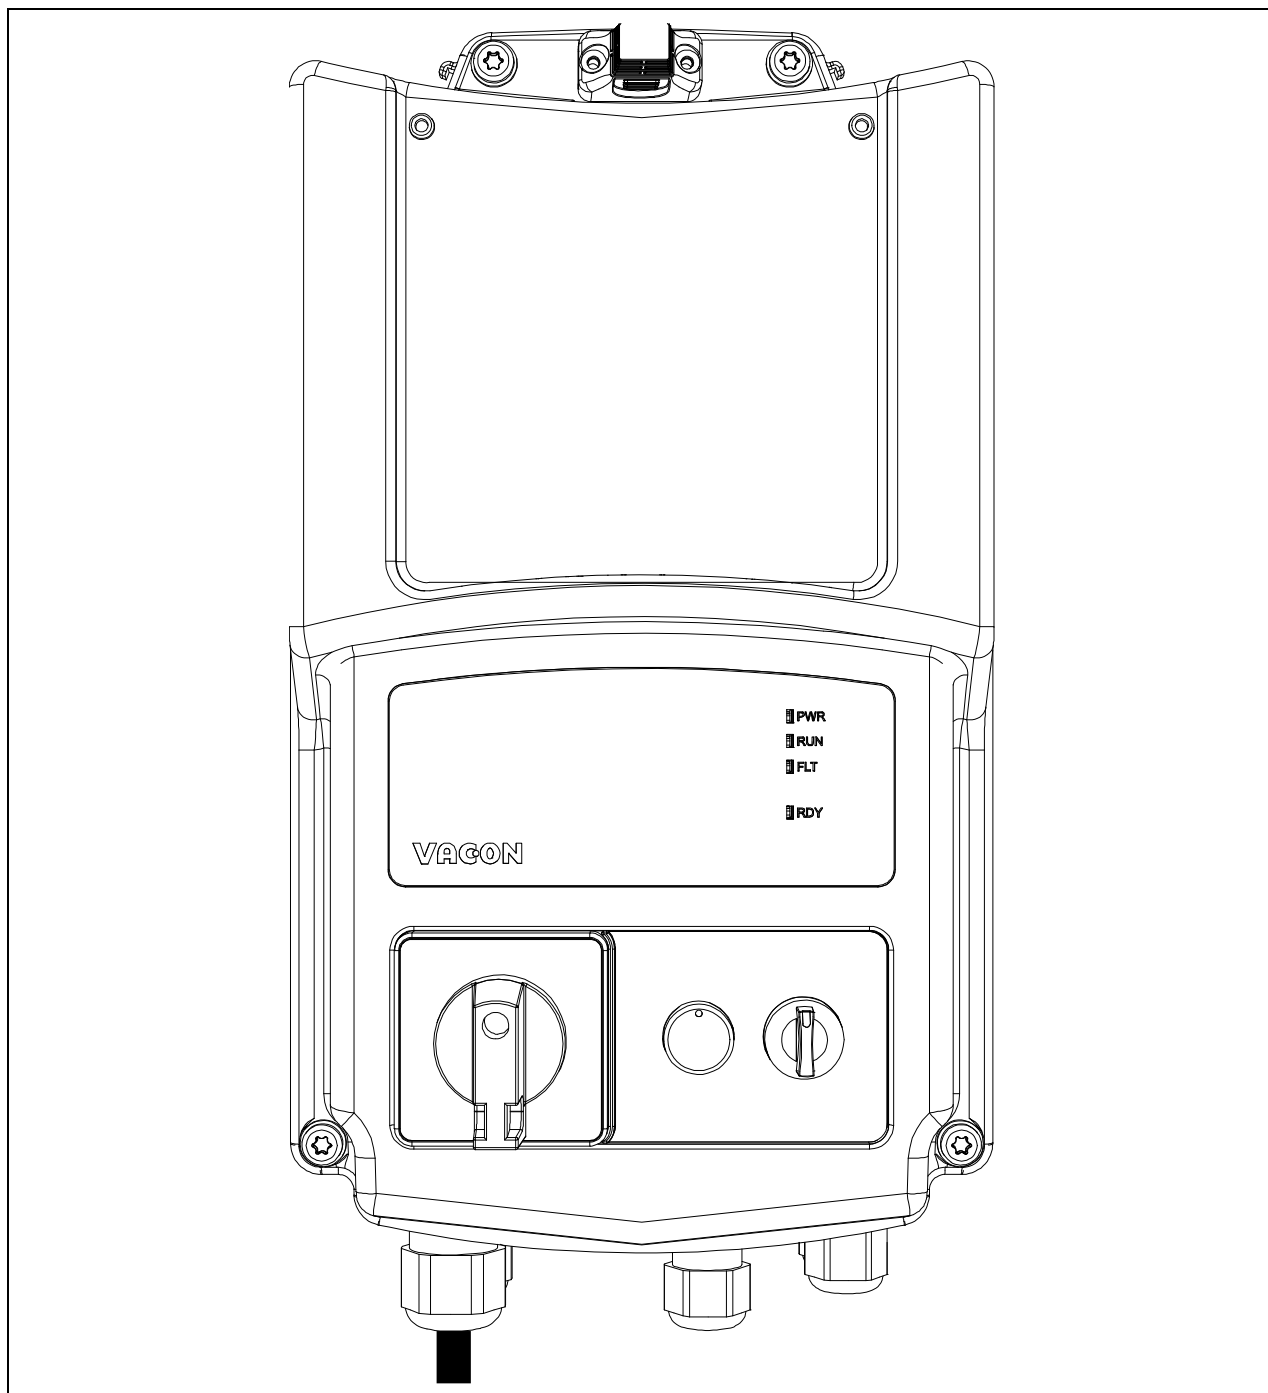

Figura 69. Montare il coperchio di plastica.
- Montare il coperchio di plastica sull'inverter con le sue viti e il tappo HMI: il processo di installazione è stato ultimato. Si veda la Figura 69.